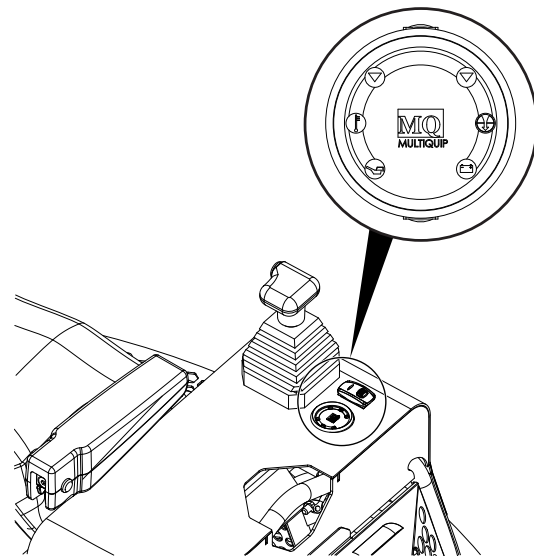

Figura 22. Luces de presión de aceite/carga
11. Verifique que las luces de presión de aceite y carga (Figura 22) estén **ENCENDIDAS**.